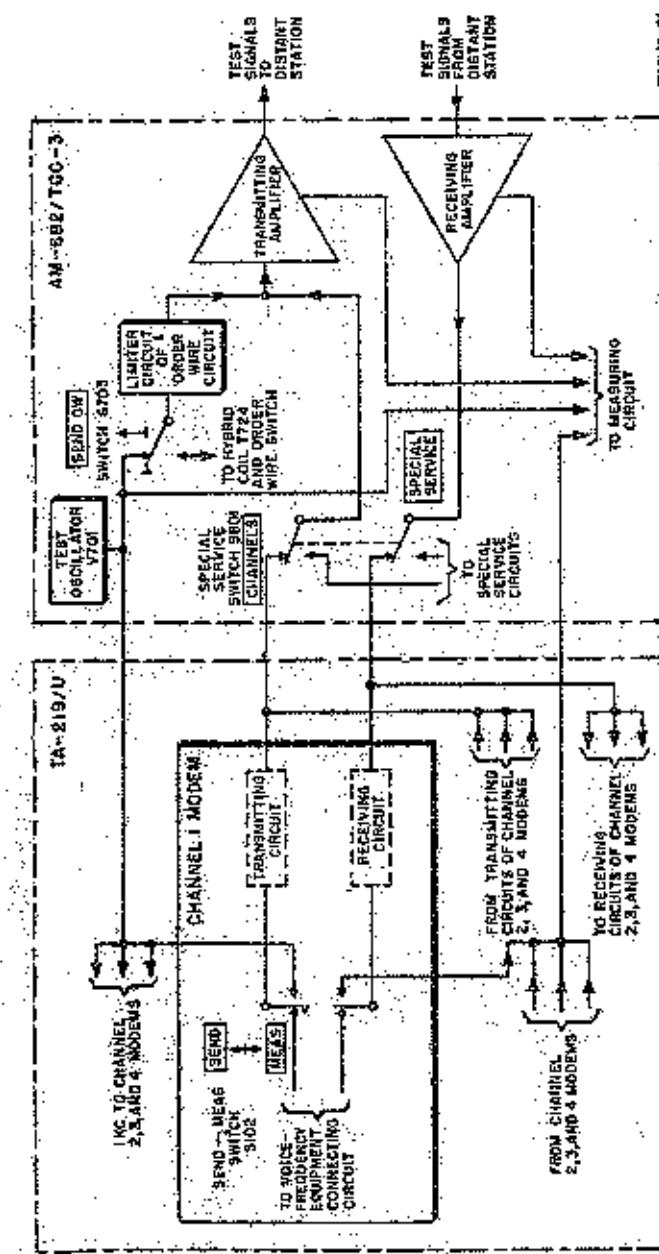

FIG.38 Schemi a blocchi dei circuiti del capale di servizio per le misure
b) Circuiti del canale di servizio per comunicazioni dirette con l'operatore corrispondente (fig.38)
Durante l'allineamento, il segnale di prova ad 1 KHz, attraversa alcuni circuiti del canale di servizio quando il comm. SEND OW (S703) viene azionato (posizione orizzontale). Il segnale ad 1 KHz prodotto dall'oscillatore di prova è applicato ai conduttori 2A e 3A, (fig.38) attraversa le R721 e R722 e il comm. S703 per essere quindi immesso nel ramo trasmittente del canale di servizio. L'S703 interrompe qualsiasi segnale trasmesso dal circuito telefonico locale e dal telefono d'estensione.
a) Schema a blocchi dei dispositivi per le misure (fig.38)